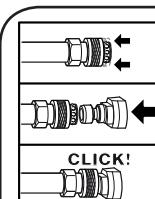
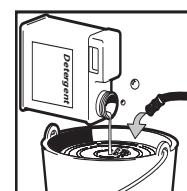

fig. 2A
fig. 2B
För in KEMIKALIE-munstycket i strålrören (Fig. 2A). Förs sugslangen med filtret i rengöringsmedlets behållare (Fig. 2B). När maskinen startas kommer inblandning av rengöringsmedel att ske automatiskt när vattenströmmar förbi.
- Anslut högtrycksslansen till sprutpi-stolen. Montera önskad strålrör på för-längningen. Tryck in mot fjädertrycket och vrid till låst läge (Fig. 6). Montera mustycket (Fig. 2a).